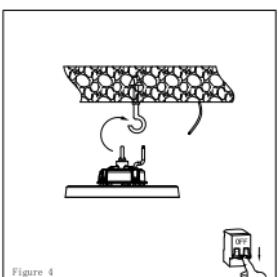

Figure 4
4. Agganciare l'ufo al gancio. (fig.4)
4. Please put the highbay in the hook. (see fig.4)